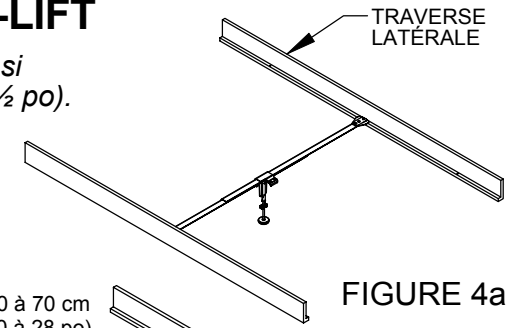

FIGURE 4a
Étape 3. Placer les SUPPORTS TRANSVERSAUX assemblés entre les TRAVERSES LATÉRALES, comme l'indique la Figure 4a. Lorsque plusieurs SUPPORTS TRANSVERSAUX sont utilisés, ils doivent être espacés d'environ 50 à 70 cm (20 à 28 po), comme l'indique la Figure 4b.